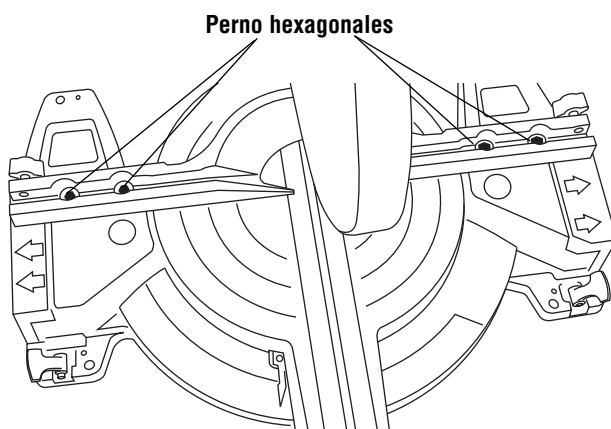

Figura 10. Ajuste del tope-guía
- c. Use la llave universal (suministrada) y afloje los cuatro (4) perno hexagonales ubicados detrás del tope-guía (Figura 10).